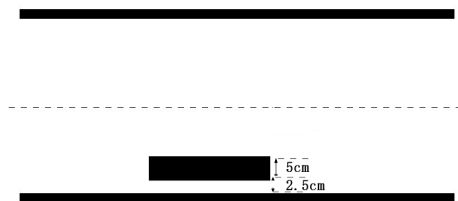

图 4 单边桥设置示意图
④ 单边桥:单边桥使用路肩制作为等腰梯形形状。距离赛道黑色边界内边沿 2.5cm,单边桥宽度 5cm,长度 45cm,2 个斜坡长度相同,平台长度 25cm。单边桥平面示意图如图 4 所示。